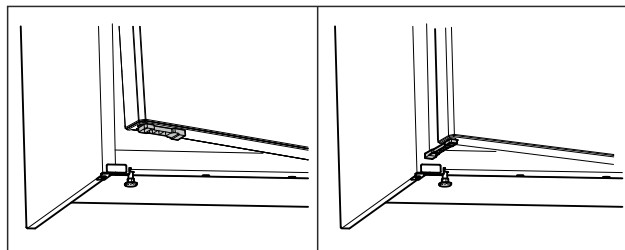

Fig. 54 *
- ▶ Omejevalnik odpiranja vrat obrnite za 90°. (glejte Fig. 54) *